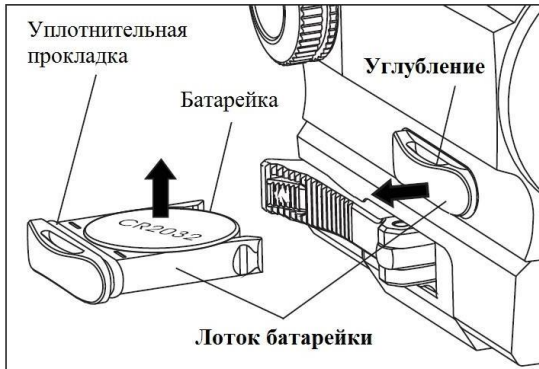

рис.2-1
1) Извлечение батарейки (см. Рис.2-1):